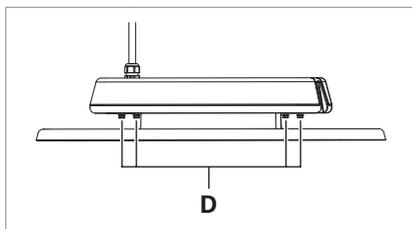

Fig. 9: Schroeven losdraaien.
- ▶ Draai de vier schroeven **D** aan het armatuur los, zie Fig. 9.